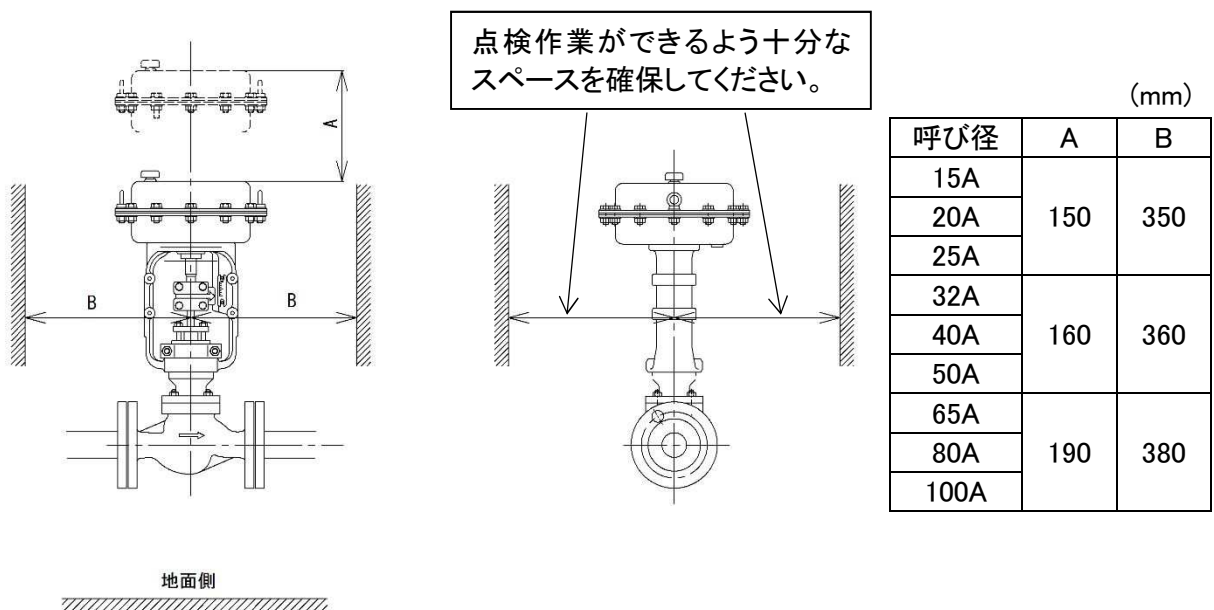

図5
- (5) 取付けは出入口方向を確認して取付けてください。(製品本体の側面に矢印がありますので、流体の流れ方向に合わせてください。) また、設置姿勢は図5に示す垂直方向の姿勢で配管してください。
\*メンテナンスを容易に行えるように、製品設置において図5に示す寸法(A および B)以上の空間を確保するとともに、点検作業ができるように十分なスペースを確保してください。